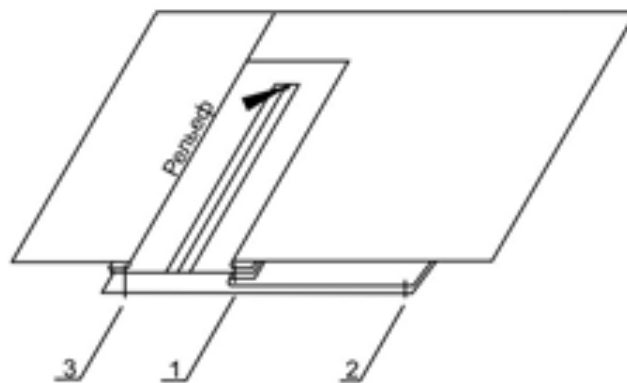

Рисунок 2
1. Пошив жакета начнем с карманов на молнии, располагающихся в рельефных швах детали переда (Рис. 2)
1.3. Далее складываем центральную часть переда с боковой частью лицевыми сторонами внутрь по рельефу. Уравнивая срезы и контрольные знаки, стачиваем. Срез можно окантовать или обметать на оверлоке. Приутюжить. Готовый вид кармана на Рис. 2.